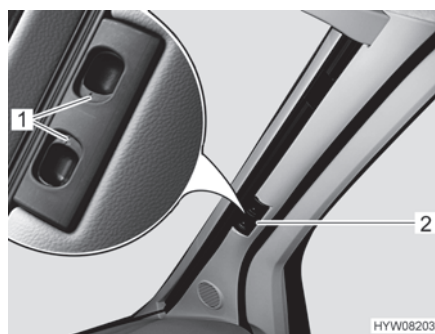

Fig. 77 Tendina oscurante pieghevole per il parabrezza
- Premere le maniglie di sbloccaggio (Fig. 77,1) e mantenerle premute.
- Tirare la tendina oscurante pieghevole del parabrezza per la maniglia (Fig. 77,2) verso il centro della finestra.
- Spingere verso l'esterno le due metà della tendina oscurante pieghevole del parabrezza per la maniglia (Fig. 77,2) fino all'arresto. Durante questa operazione sollevare la maniglia all'altezza della rientranza di bloccaggio.
- Rilasciare le maniglie di sbloccaggio (Fig. 77,1) e mantenerle innestate.